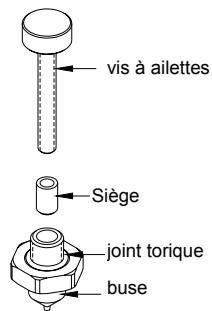

Fig. 4.0
1. Retirez le bouton de contrôle de cadence (19) en le faisant tourner à l'inverse des aiguilles d'une montre et au-delà du repère.
2. Retirez le ressort de pression (1) et les deux rondelles en Mylar (18) à chaque extrémité du ressort.
3. Démontez le bouchon d'arrêt (8) à l'aide de la clé plate et retirez le bouchon à air (11) du boîtier à fluide (7)
4. Retirez la buse usagée (9) et l'intercalaire (13) à l'aide de la clé plate.
5. Remplacez l'intercalaire (13) et à l'aide de la clé plate mettez en place la nouvelle buse (9), en vous assurant que le joint torique est sur la buse. Ne pas resserrer la buse excessivement.
6. Installez le nouveau bouchon à air (11) et verrouillez-le avec le bouchon d'arrêt (8).
7.4 Remplacement du siège (voir figure 4.0)